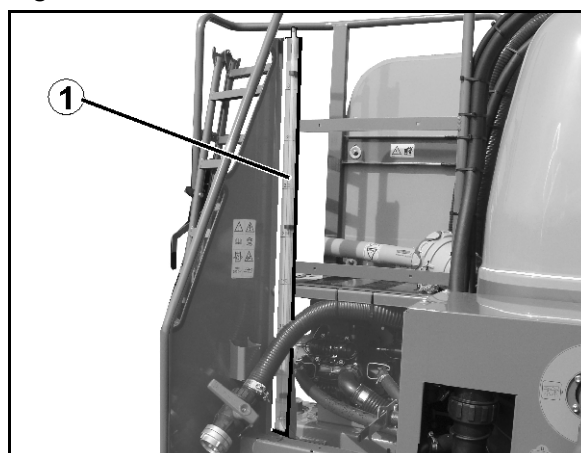

Fig. 52
- Påfyldning med fri flowstrækning og svingudløb (Fig. 52).